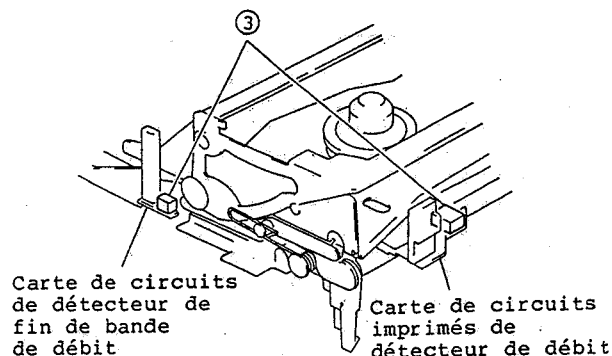
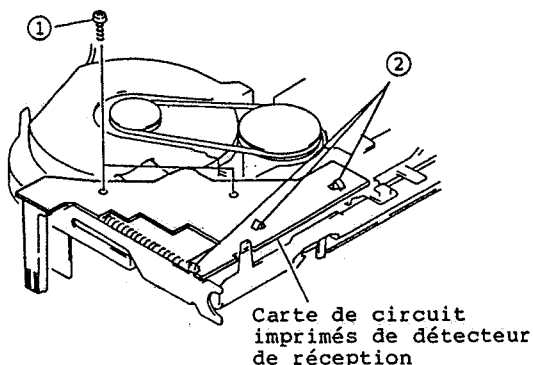

Fig. 2-62
Fig. 2-61
1. Retirer les deux (2) vis de fixation immobilisant la carte de circuits imprimés de détecteur de fin de bande en réception. (Se reporter à la figure 2-61)
2. Libérer les trois (3) segments de fixation et écarter la carte de circuits imprimés de détecteur de fin de bande en réception.
3. Débrancher les deux (2) connecteurs des cartes de circuits imprimés de détecteur de débit et de détecteur de fin de bande débitrice. (Se reporter à la figure 2-62)